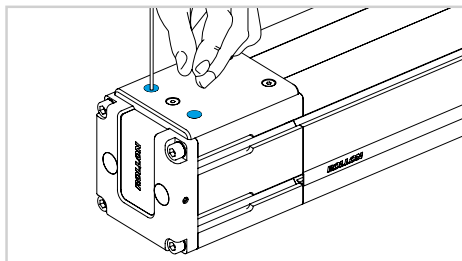

図 3
- 2) 外側の 4 つのネジだけを緩めて、アイドルヘッドからカバーを取り外します。(図 3)。